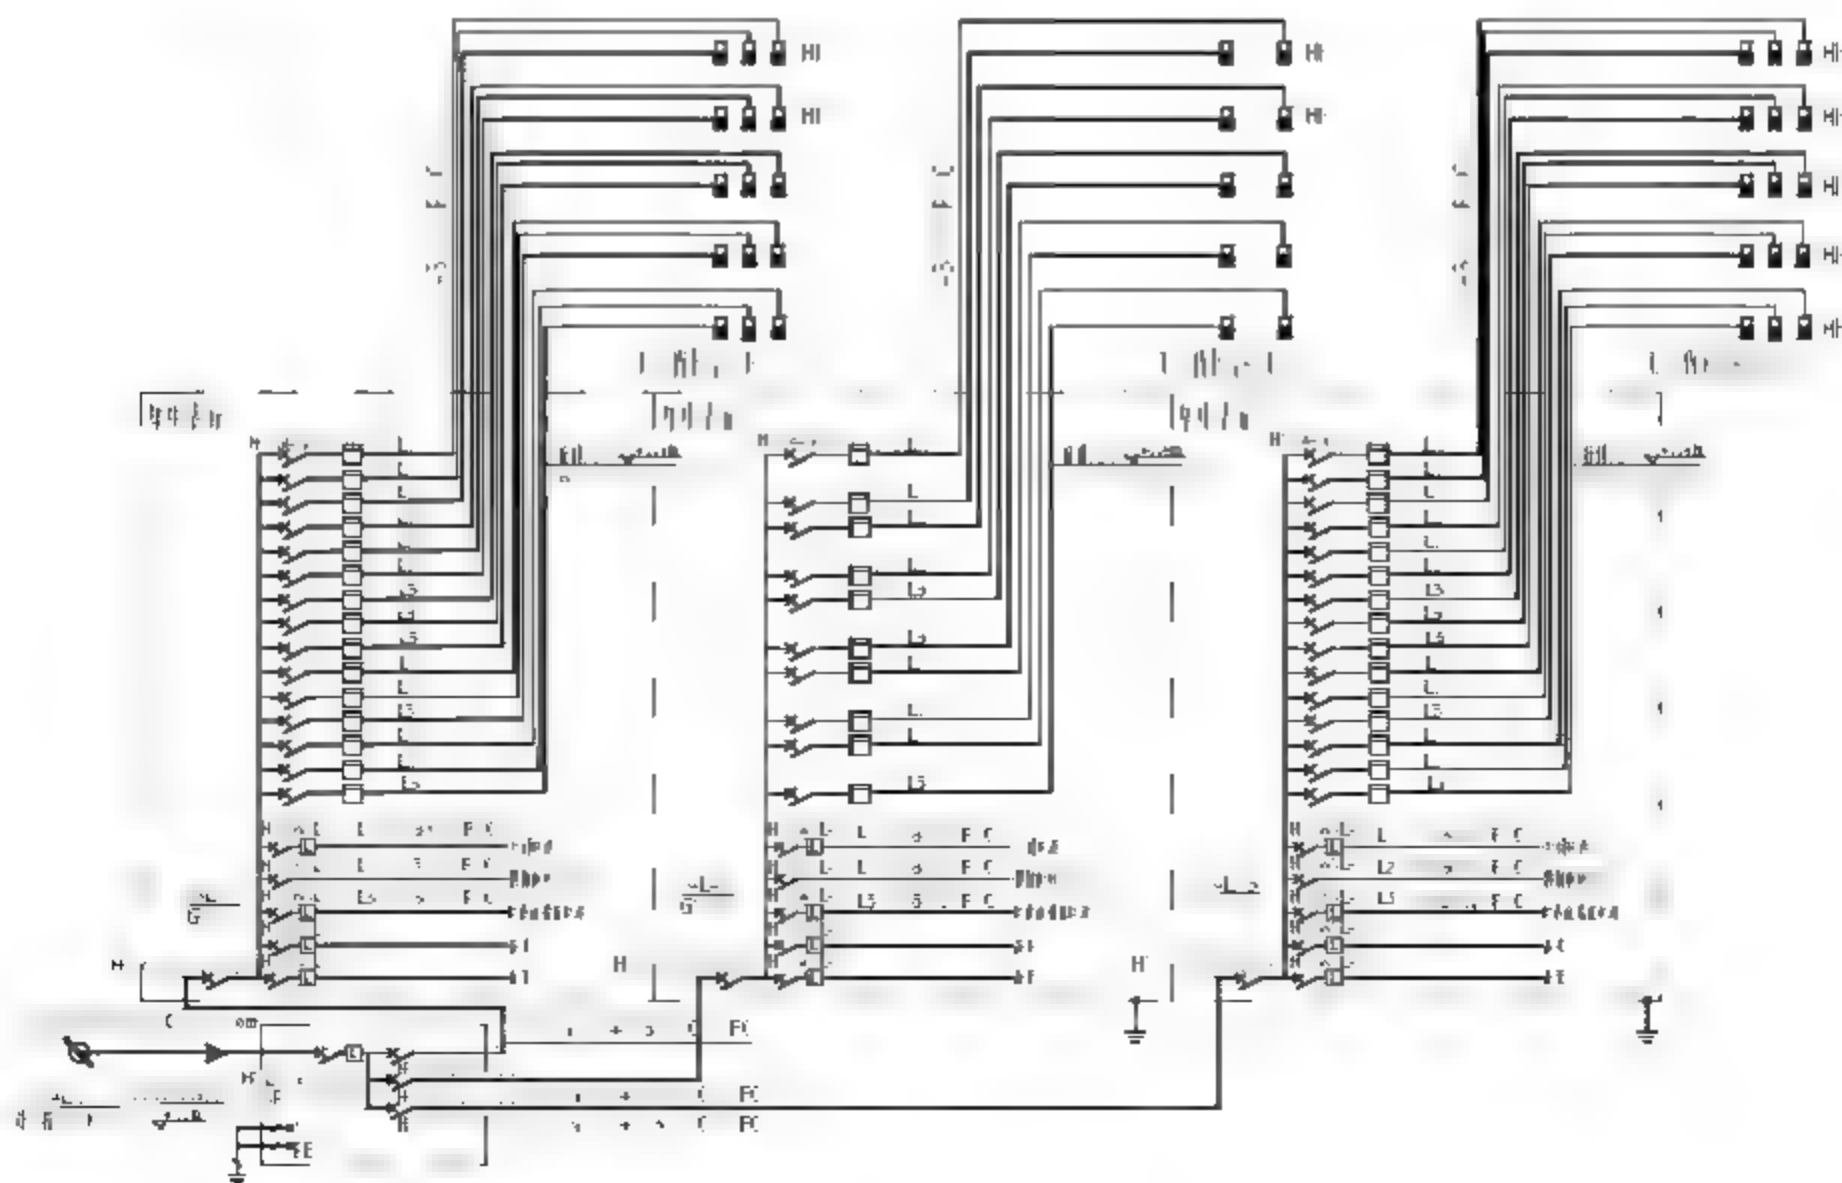

图13-17 标注文字
**04** 调用MT【多行文字】命令，为系统图绘制标注文字，结果如图13-17所示。